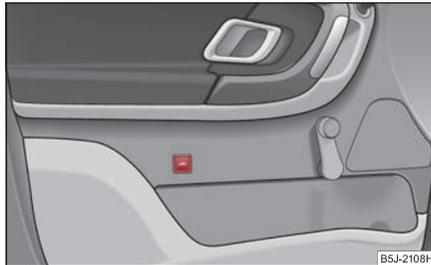

Fig. 42 Tecla de la vigilancia del habitáculo
- Pulse la tecla  en la puerta del conductor ⇒ fig. 42.